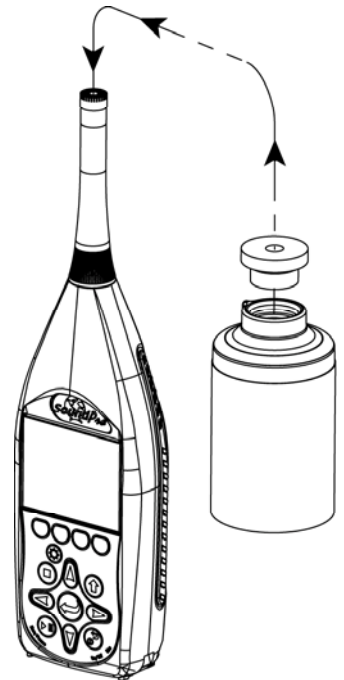

Figure 6-3: Calibration assembly
2. Setzen Sie den Kalibrator direkt oder über den Adapter auf das Mikrofon des Gerätes auf, wie in Bild 6-3 gezeigt.